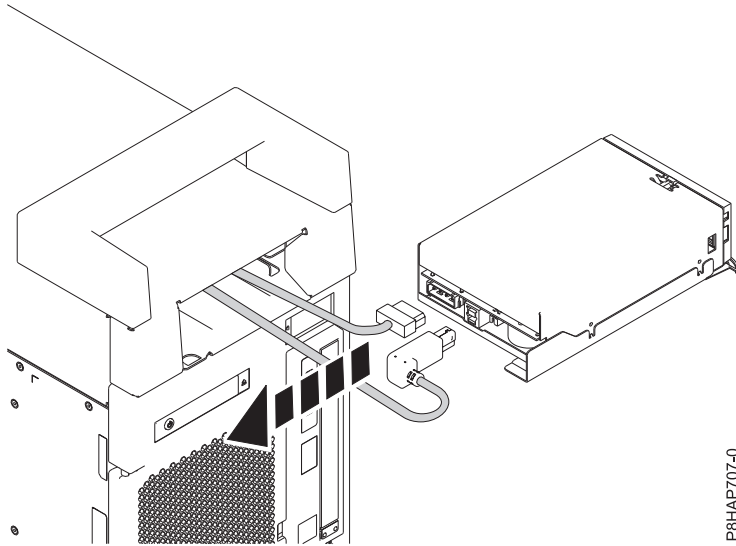

Figure 62. Déconnexion du câble USB et du câble d'alimentation électrique de la station d'accueil RDX interne (FC EUA3)
4. Déconnectez le cordon d'alimentation de l'arrière de la station d'accueil RDX interne (FC EUA3). Voir figure 62, à la page 74.